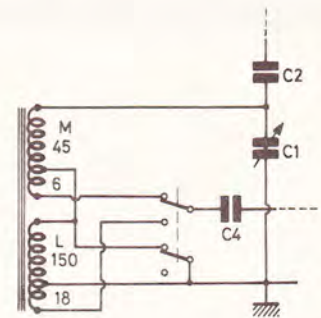

Fig. 5
Pour le bâtonnet d'antenne, la solution la plus simple consiste à le récupérer, avec son condensateur variable, sur un récepteur par ailleurs hors d'usage. En général, ces bâtonnets portent deux bobines, pour les deux gammes d'onde. La figure 5 montre comment on peut, à l'aide d'un inverseur double, effectuer la commutation entre la gamme des ondes moyennes (M) ou « petites ondes » et celle des ondes longues (L) ou « grandes ondes ». Les chiffres inscrits à côté des enroulements, dans la figure 5, indiquent les nombres de spires valables pour un bâtonnet de 15 à 20 cm et pour un condensateur variable C_1 d'une valeur nominale comprise entre 400 et 500 pF. Ces nombres sont à multiplier par 1,3, si cette capacité est comprise entre 280 et 350 pF, alors qu'on coefficient de multiplication de 1,5 correspondrait à une capacité nominale de 180 à 250 pF. Pour l'enroulement M, on a avantage à utiliser du fil divisé (au moins 10 brins), alors qu'un fil émaillé de 0,1 à 0,18 mm de diamètre convient pour l'enroulement L.